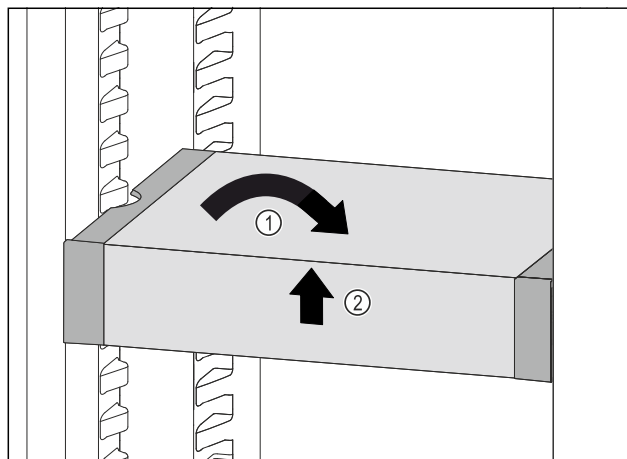

Fig. 85
- ▶ VarioSafe ustawić prosto. Fig. 85 (1)
- ▶ VarioSafe unieść z przodu. Fig. 85 (2)